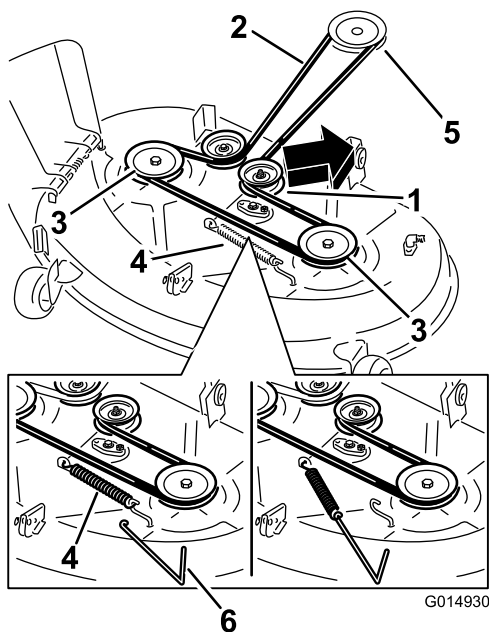
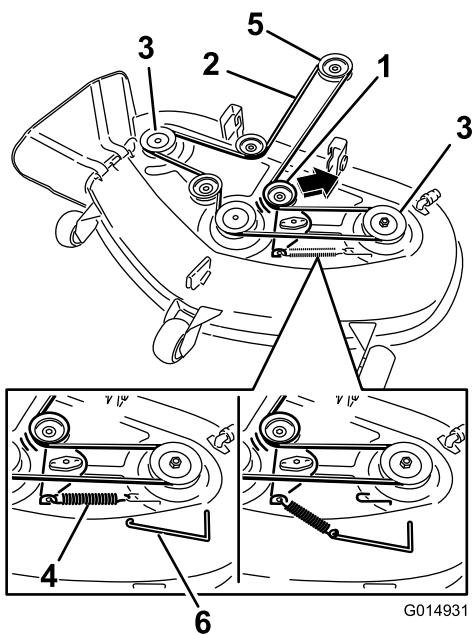

Figura 57
Figura 58
6. Usando una herramienta para la retirada de muelles (Pieza Toro N° 92-5771), retire el muelle tensor del gancho de la carcasa para eliminar la tensión de la polea tensora, y retire la correa de las poleas (Figura 57 y Figura 58).
7. Pase la correa nueva alrededor de las poleas del motor y del cortacésped (Figura 58).
8. Usando una herramienta para la retirada de muelles, instale el muelle tensor sobre el gancho de la carcasa y tense la polea tensora y la correa del cortacésped (Figura 57 y Figura 58).